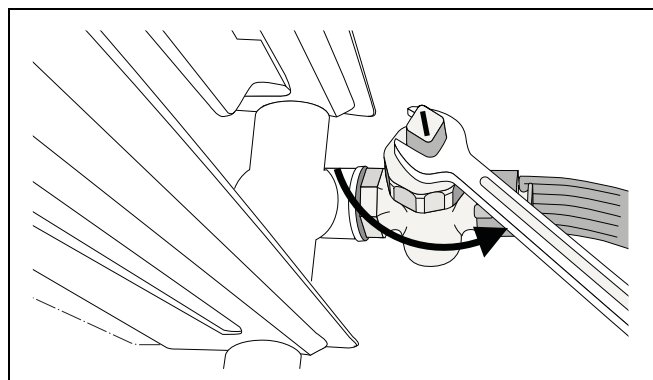

Fig. 24 Vidange de l'installation de chauffage
- Faites s'écouler l'eau de chauffage au point le plus bas de l'installation à l'aide du robinet de remplissage et de vidange ou du radiateur (fig. 24). Le purgeur (automatique) au point le plus haut de l'installation de chauffage/du radiateur (voir fig. 15, page 12) doit être ouvert pendant cette opération.